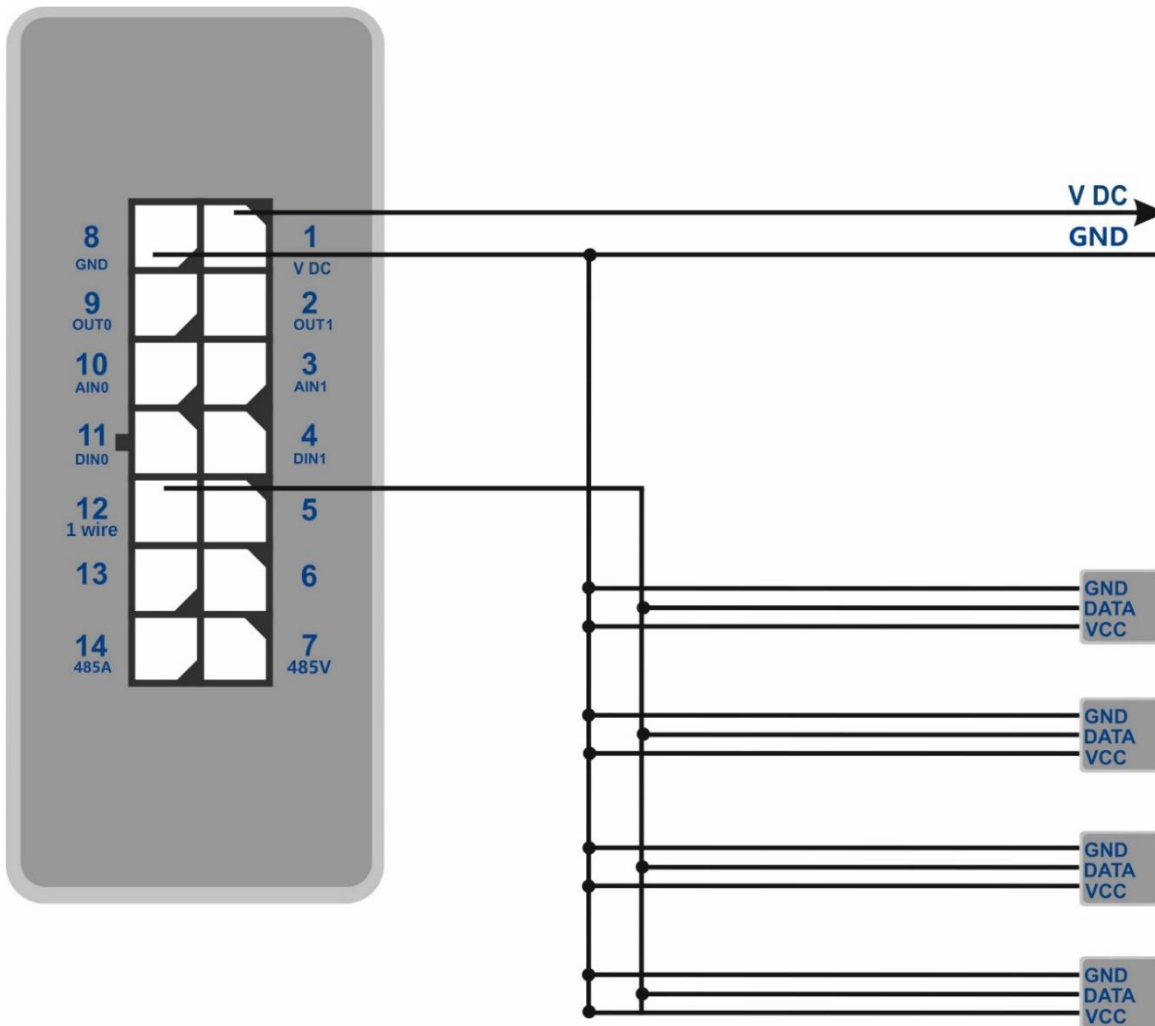

Figura 11- Esquema de conexión de sensores DS18B20 al bus 1-wire.
- Conectar sensores de temperatura al bus de 1-Wire según el esquema de la figura 11;